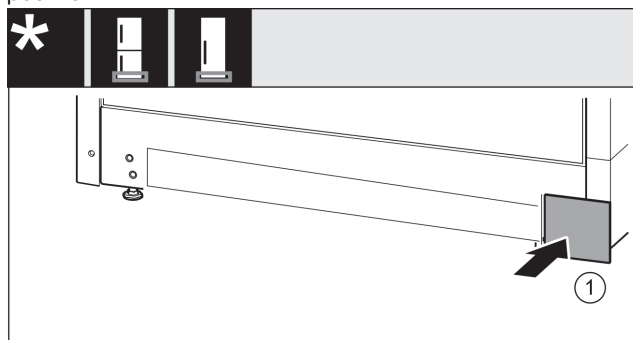

Fig. 32
- Vendosni sërish në vend kapakun mbulues Fig. 32 (1) në anën tjetër.